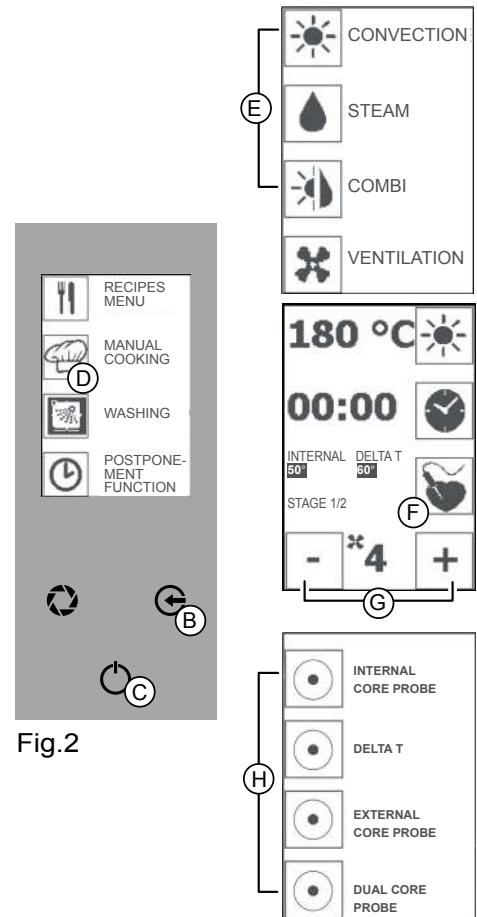

Fig.2
2. Schließen Sie die Tür des Ofens durch Druck auf das Symbol "GO!" und drücken Sie das Symbol "MANUELLES GAREN" (Abb. 2/D). Eine Garmethode wählen (Abb. 2/E).
3. Das Symbol "KERNTEMPÉRATURFÜHLER" (Abb. 2/F) und das Symbol "INT. oder EXT. KERNTEMPÉRATURFÜHLER" (Abb. 2/H) drücken. Das Symbol "KERNTEMPÉRATURFÜHLER" (Abb. 2/F) drücken und mit den Symbolen "MINUS" und "PLUS" (Abb. 2/G) die Temperatur des Kerntemperaturfühlers einstellen. Das Symbol "KERNTEMPÉRATURFÜHLER" (Abb. 2/F) zur Bestätigung drücken.
Die Taste "INVIO" (ENTER) (Abb. 2/C) drücken, um den Garvorgang zu starten.
Die "EINGABE"-Taste drücken (Abb. 2/C) und mehrmals die Taste "ESC" drücken (Abb. 2/B), um zur Startseite zurückzugehen.
3. Das Symbol "KERNTEMPÉRATURFÜHLER" (Abb. 2/F) und das Symbol "DELTA T" (Abb. 2/H) drücken. Das Symbol "KERNTEMPÉRATURFÜHLER" (Abb. 2/F) drücken und mit den Symbolen "MINUS" und "PLUS" (Abb. 2/G) die Temperatur des Fühlers einstellen. Das Symbol "KERNTEMPÉRATURFÜHLER" (Abb. 2/H) drücken und mit den Symbolen "MINUS" und "PLUS" (Abb. 2/G) den konstanten Temperaturunterschied zwischen Backröhre und Kerntemperaturfühler einstellen (**zwischen 20° und 120°**).
Zur Bestätigung das Symbol "KERNTEMPÉRATURFÜHLER" (Abb. 2/H) drücken.
Die "EINGABE"-Taste (Abb. 2/A) zum Starten des Back-/Kochvorgangs drücken.
Die "EINGABE"-Taste drücken (Abb. 2/C) um die Funktion abubrechen und mehrmals die Taste "ESC" drücken (Abb. 2/B), um zur Startseite zurückzugehen.